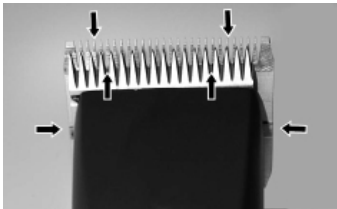

Fig. 22
For å oppnå gode klippemaskinesultater og for å øke levetiden til klippemaskinen og klippehodet, må du påføre et tynt lag med olje mellom det øvre og nedre bladet (fig. 22).
- ▶ Smør bladene tilstrekkelig under klippingen (minst hvert 15. minutt), slik at de ikke går tørre (fig. 22).
Bladene må oljes før, under og etter hver gang de brukes. Når bladene på klippemaskinen etterlater striper eller går med redusert hastighet, er dette et tegn på at olje kreves. Påfør noen dråper olje foran på sidene av klippebladene (se pilene i fig. 22). Tørk av overflødig olje med en tørr klut. Smøresprayer har ikke nok olje til å opprettholde god smøring, men hjelper til med å kjøle ned bladene. Skadede eller sløve blader må straks skiftes ut for å unngå skader.